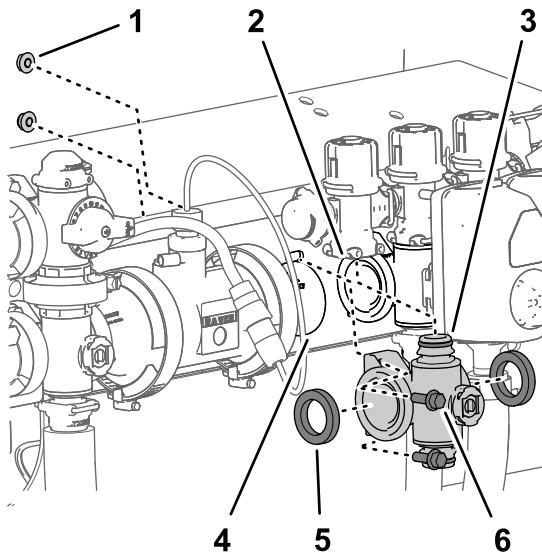
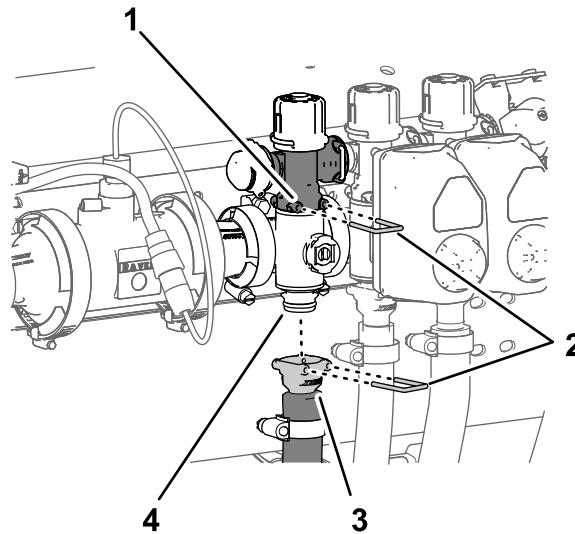

Bild 132
Bild 133
1. Fluchten Sie die zwei Dichtungen, die Sie in Entfernen des Abschnittverteilerventils \(Seite 90\) entfernt haben, mit den Flanschen des Abschnittventilvertellers aus (Bild 132).
2. Flüchten Sie den Flansch des Abschnittventilverteilers zwischen den Flanschen der anderen Abschnittventile und/oder dem Kupplungsadapter aus (Bild 132).
3. Befestigen Sie das Schnellkupplungsanschlussstück des Abschnittventilverteilers mit einem Schnellkupplungsstift am Schnellkupplungsunterteil des Abschnittssicherheitsventils (Bild 132 und Bild 133).
Entfernen des Abschnittverteilerventils (Seite 90) entfernt haben, an der Ventilstütze (Bild 132).
8. Befestigen Sie die Schnellkupplung des Abschnittschlauchs mit dem Schnellkupplungsstift am Schnellkupplungsanschlussstück des Abschnittventilverteilers (Bild 133).